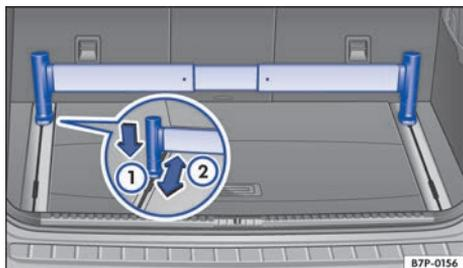

Fig. 125 En el maletero: barra telescópica.
- Presione el soporte correspondiente hacia abajo → fig. 125 ① y desplácelo al mismo tiempo hacia la posición deseada ②.